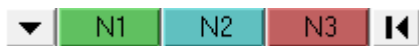

图 2-32 方向选择器
(1) 单击 direction 选择器的切换按钮，如图 2-32 所示。